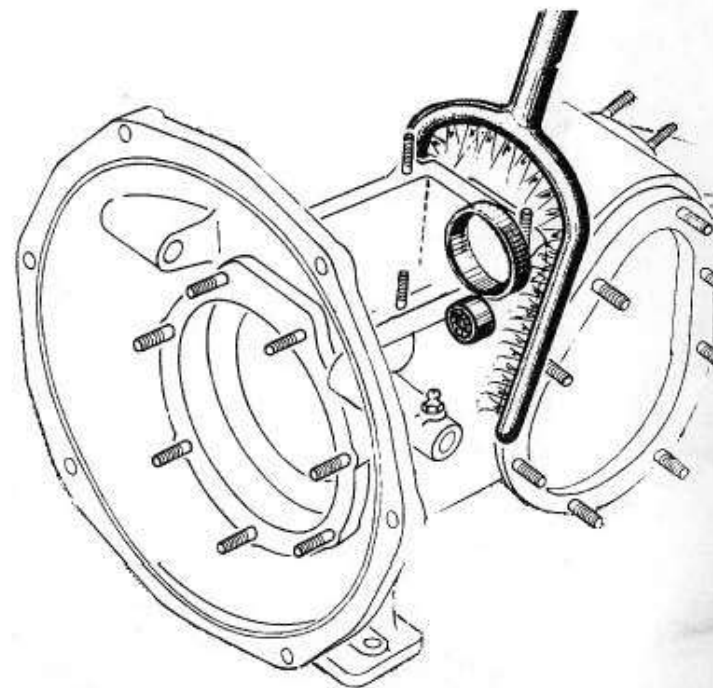

Fig. 28
- 2°/ d'avoir à proximité une source de chaleur de préférence un chalumeau à gaz (ville ou butane) sur lequel on adaptera, une rampe en forme de fourche (Fig. 28).